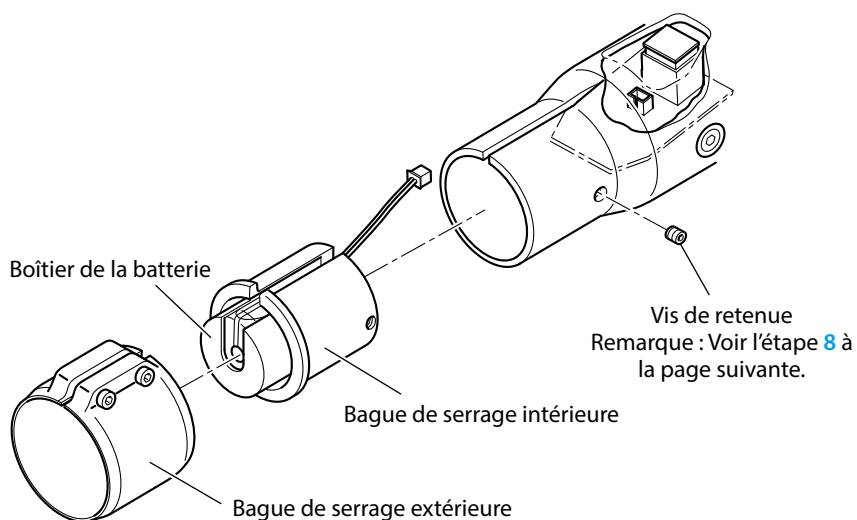

Fig. 22 Retirer les bagues de serrage
- 3 Retirez la bague de serrage extérieure du châssis, ainsi que la vis de retenue, puis tirez la bague de serrage intérieure avec le boîtier de la batterie (Fig. 22).
Remarque : Au moment d'installer la bague de serrage intérieure, placez le connecteur de la batterie sur la surface supérieure de la carte du circuit imprimé comme montré sur la Fig. 22.